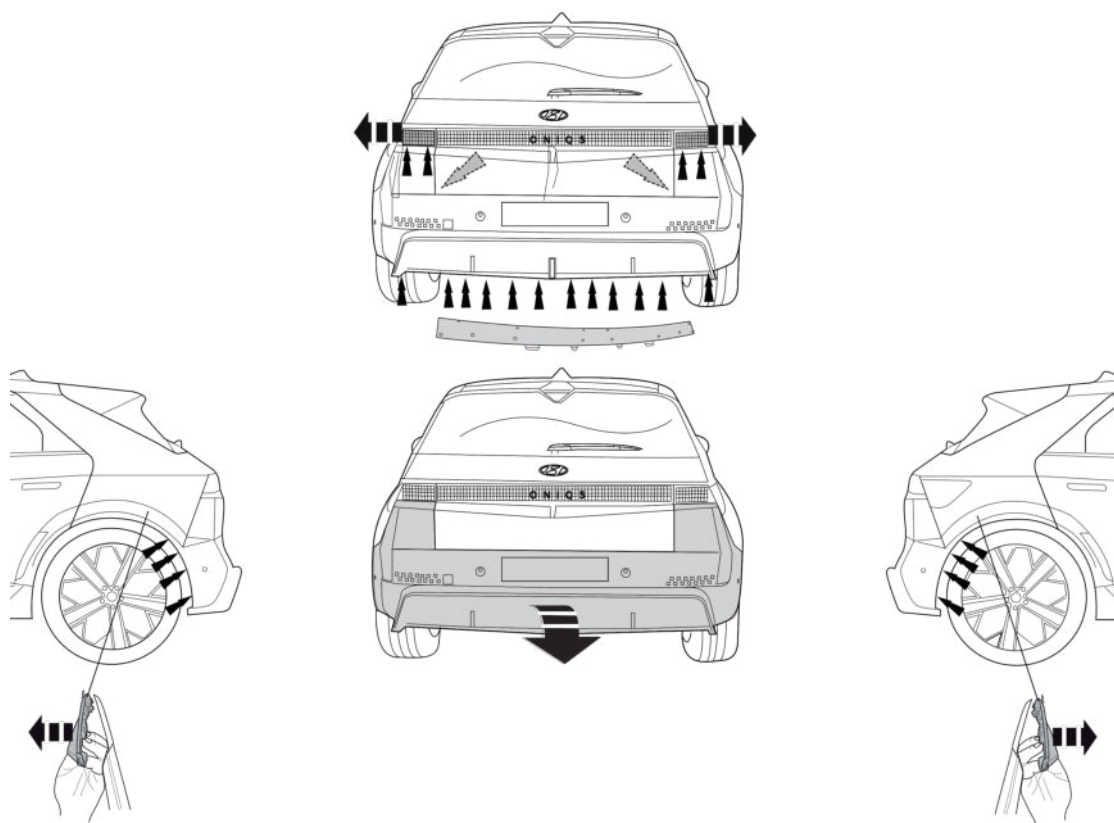

Fig. 1
1. Zdemontować zespoły tylnych świateł. Zdemontować z pojazdu zderzak wraz ze belką zderzakową. Patrz rysunek 1.
1. Снять оба блока задних фар. Снять бампер вместе со буферным брусом автомобиля. См. рисунок 1.